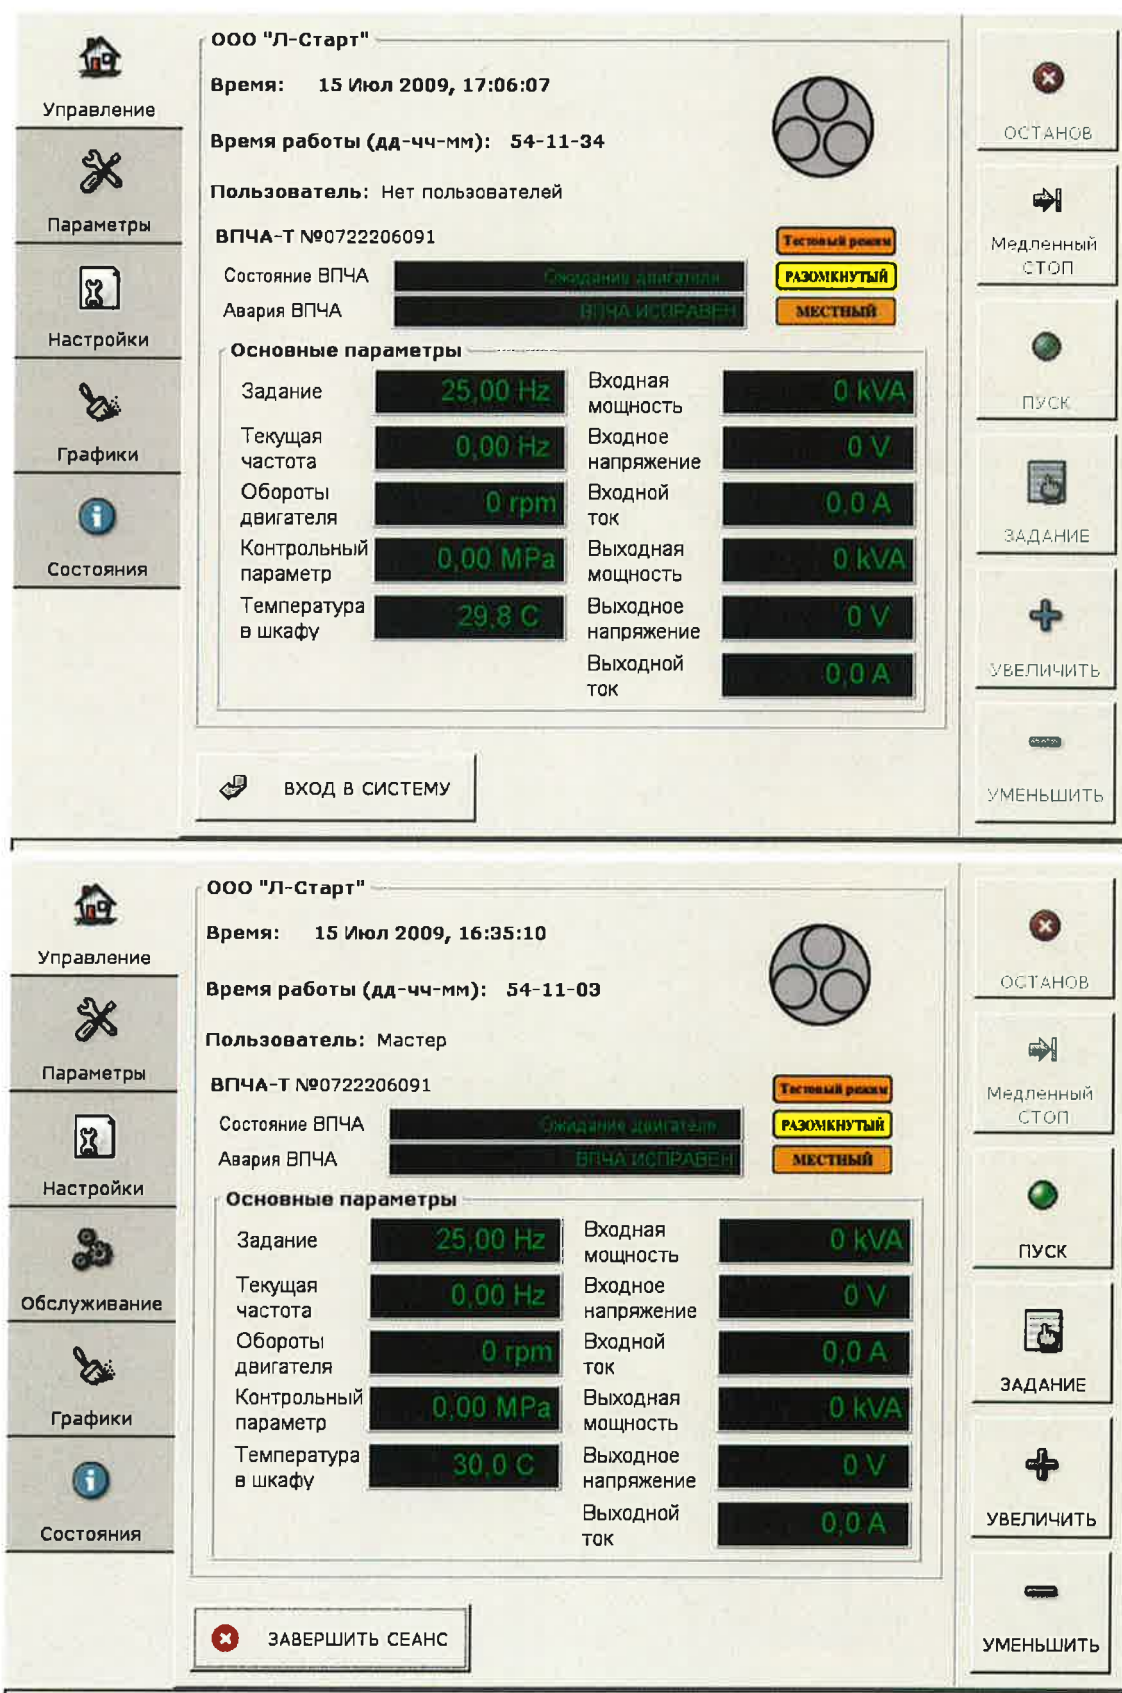

Рисунок 18 – Внешний вид окна с главным меню управления ВПЧА, с возможными значениями параметров
3.4.13 Помимо вышеуказанных кнопок главного меню, интерфейс также отображает поле, где указываются 10 основных параметров работы ВПЧА и один контрольный параметр в режиме реального времени (см. рисунок 18).